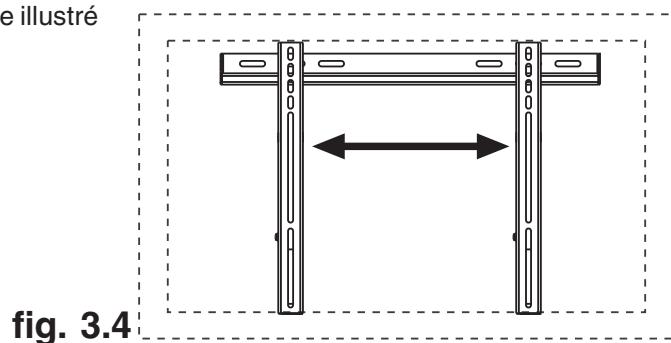

fig. 3.4
- Au besoin, l'écran peut être ajusté horizontalement, comme illustré à la figure 3.4.
Au besoin, l'écran peut être ajusté horizontalement, comme illustré à la figure 3.4.